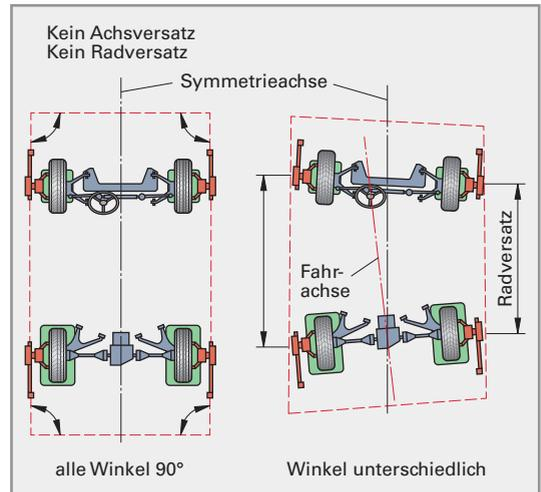

Bild 3: Messverfahren, Fehlermöglichkeiten Fahrwerk
**Messverfahren.** Alle Messgrößen werden über die Messung der Eckwinkel (Bild 3) ermittelt. Ist kein Fehler vorhanden, sind alle Eckwinkel 90°. Im Bild sind zwei mögliche Fehler am Fahrwerk dargestellt.